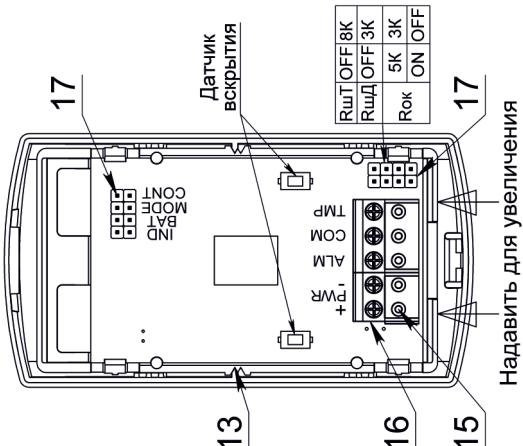

Рис.3 Плата ИО в креплении
Подсоединить колодку к плате (рис. 3). Установить извещатель на основание. Линза (2) по умолчанию установлена в соответствии с рис 2б и рис 4. При необходимости изменить направление ЗО, изъять держатель (4) вместе с платой (3) из крышки (1) и переставить линзу на 180°.